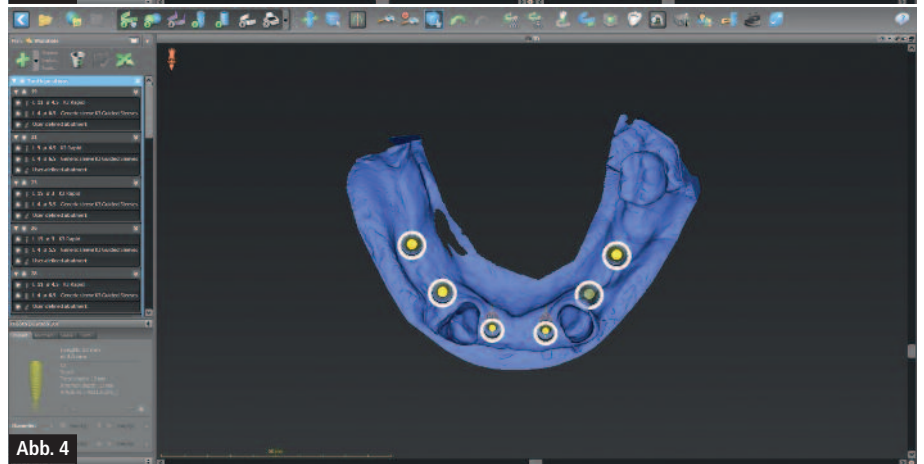

Abb. 4
- Abb. 4:** Ansicht Implantatplanung okklusual.